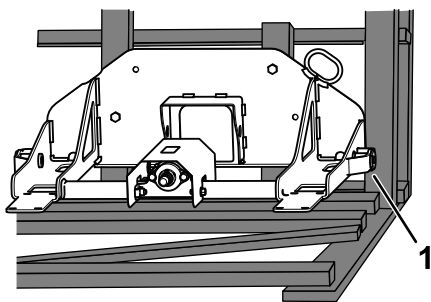

Figure 10
1. Retirez les boulons qui fixent la plaque de montage à la caisse d'expédition (Figure 10).